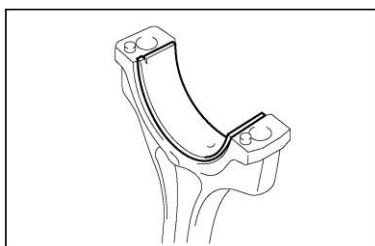

Рисунок II-193
2) Выньте шатунный вкладыш. ((см. Рисунок II-193))